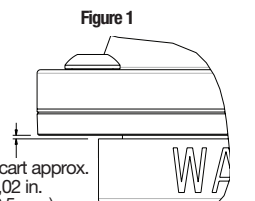

Figure 1
- Remplacer par une cartouche à ressort neuve et bien serrer à la main. (Équivalent un couple de serrage compris entre 3 et 6 livres-pieds.) Observer un écart de 0,02" (0,5 mm) entre la cartouche et le corps du robinet, comme illustré sur la figure 1. Cet écart est intentionnel.